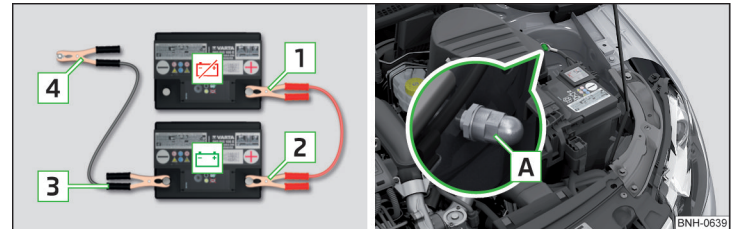

Abb. 165 Starthilfe: ☒ - entladene Batterie, ☑ - stromgebende Batterie / Massepunkt des Motors beim START-STOPP-System
- Bei Fahrzeugen mit dem START-STOPP-System die Klemme **4** am Massepunkt des Motors **A** befestigen » Abb. 165.